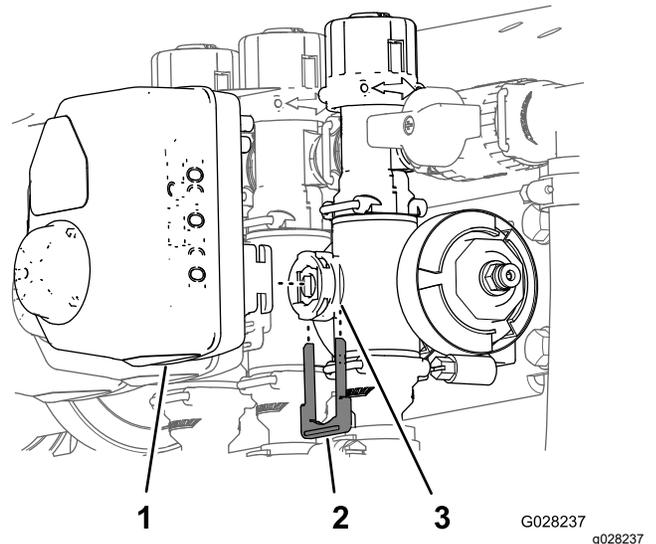

図 66
3. アクチュエータを散布量制御用、攪拌、マスターブーム、または個別ブームバルブ用のマニホールドバルブに固定しているリテーナを外す 図 66。